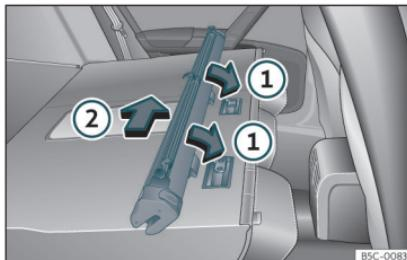

Fig. 133 Montar la red de separación en los respaldos del asiento trasero.
- Coloque la carcasa de la red en los rebajes de los cárries de sujeción en el sentido de las flechas **» fig. 133 ①**.
- Empuje la carcasa hacia el lado izquierdo del vehículo en el sentido de la flecha **» fig. 133 ②** y hasta el tope.
- Tire de la carcasa de la red aproximadamente 5 cm en el sentido contrario de la flecha »» **fig. 133 (2)**.
- Extraiga la carcasa de los carriles de sujeción tirando en el sentido contrario al de las flechas »» **fig. 133 (1)**.